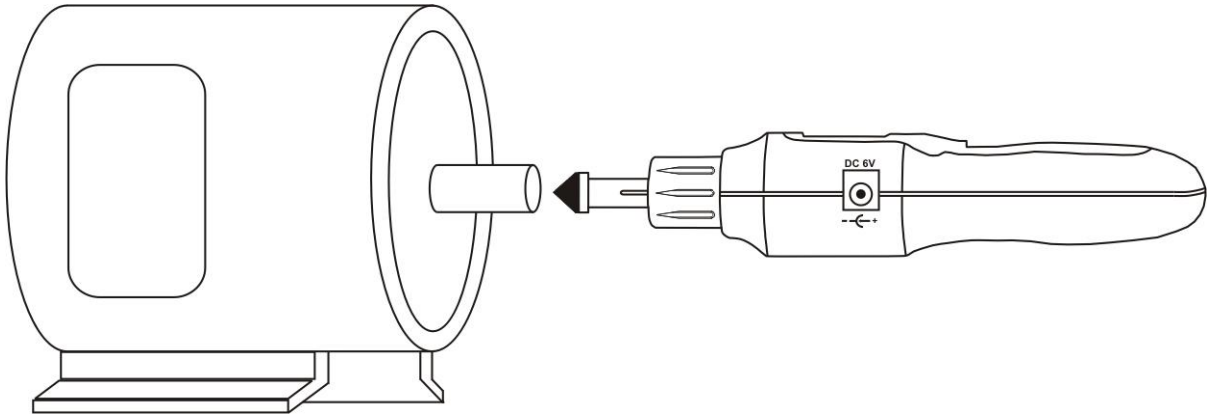

Fig. 3: Mesure de vitesse avec contact
5. Maintenez **MEAS** enfoncé pousser la tête en gomme contre la tige de l'objet à mesurer (voir Fig. 3) et effectuer la mesure. Le symbole " " est toujours affiché à l'écran des mesures durino